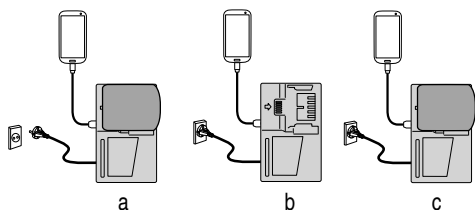

Fig. 13
- Chargement d'un périphérique USB à l'aide d'une batterie (Fig. 13-a)
- Charger un dispositif USB à partir d'une prise électrique (Fig. 13-b)
- Charger un dispositif USB et une batterie à partir d'une prise électrique (Fig. 13-c)